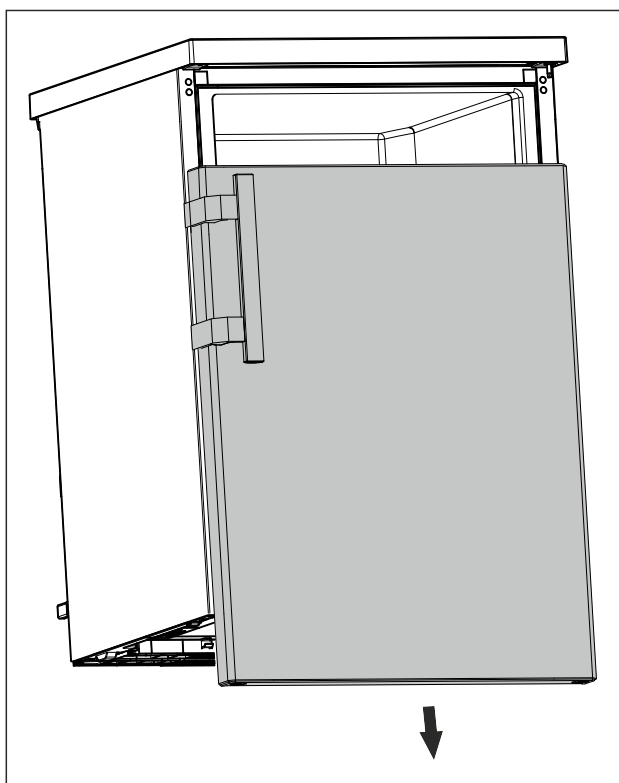

Fig. 16
- Verwijder de deur naar beneden. (zie Fig. 16)